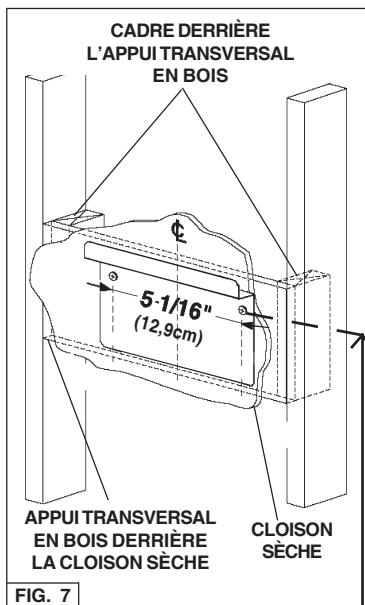

FIG. 7
1. Construisez un **cadre** en bois pour le mur dont les vis-pivot ne dépassent pas. Fig. 7.